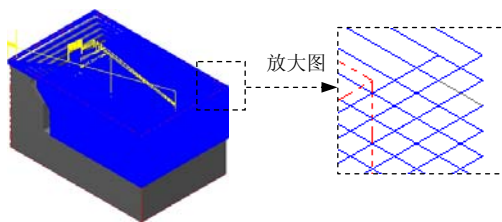

图 3.8 刀具路径
(2) 单击 **螺旋式下刀** 按钮, 系统弹出“螺旋/斜插进式下刀参数”对话框, 单击“螺旋/斜插进式下刀参数”对话框中的 **斜插进刀** 选项卡, 在 **如果斜插下刀失败** 区域选中 ☒ **中断程序** 单选选项, 单击“螺旋/斜插进式下刀参数”对话框中的 ☒ 按钮。
(3) 单击 **切削深度 (D)...** 按钮, 在系统弹出的“切削深度设置”对话框中选中 ☒ **绝对坐标** 单选选项, 然后在 **绝对的深度** 区域的 **最高位置** 文本框中输入 2, 在 **最低位置** 文本框中输入 -85。单击 ☒ 按钮, 系统返回“曲面粗加工挖槽”对话框。
Step11. 单击“曲面粗加工挖槽”对话框中的 ☒ 按钮, 完成加工参数的设置, 此时系统将自动生成图 3.8 所示的刀具路径。